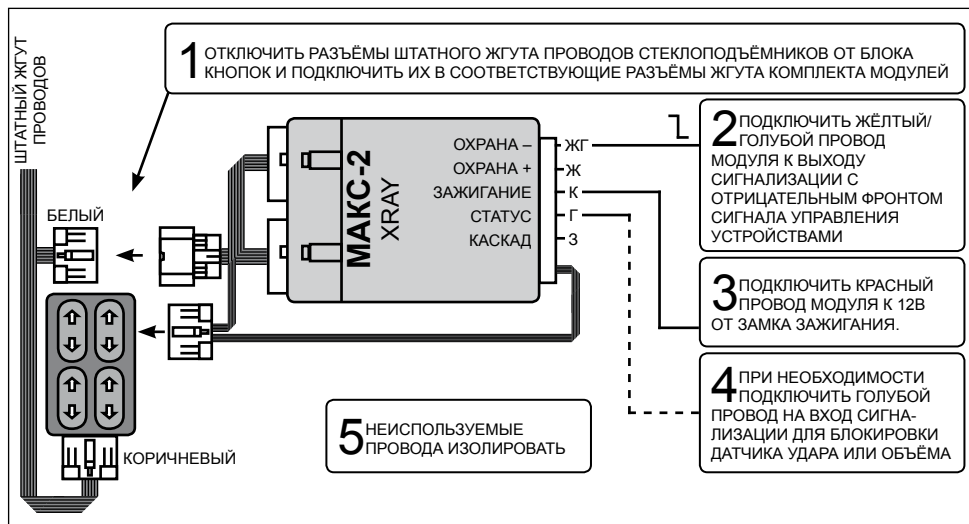

Рисунок 3. Схема подключения комплекта модуля МАКС-2 XRAY к сигнализации с отрицательным фронтом на выходе управления внешними устройствами
5.6 Модуль устанавливается рядом с блоком кнопок стеклоподъемников водителя. Отключите разъёмы штатного жгута проводов от блока кнопок. Подключите модуль к белым разъёмам (Рисунок 3).